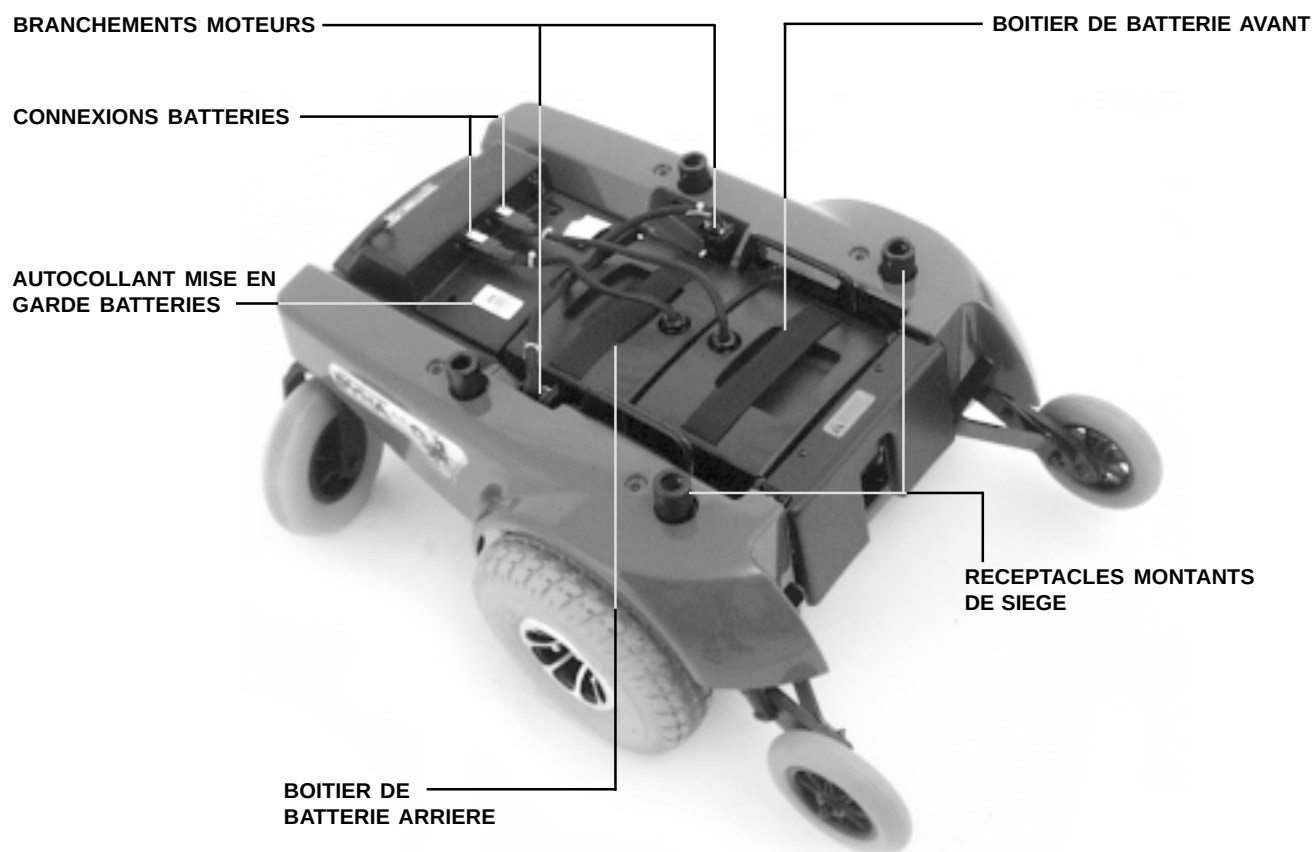

Figure 4. Base motorisée vue de haut
- **Connexions des batteries:** Pour le branchement des boîtiers à batteries au boîtier de branchement. Voir la figure 4.
- **Connexions aux moteurs:** Pour le branchement des moteurs au boîtier de branchement. Voir la figure 4.